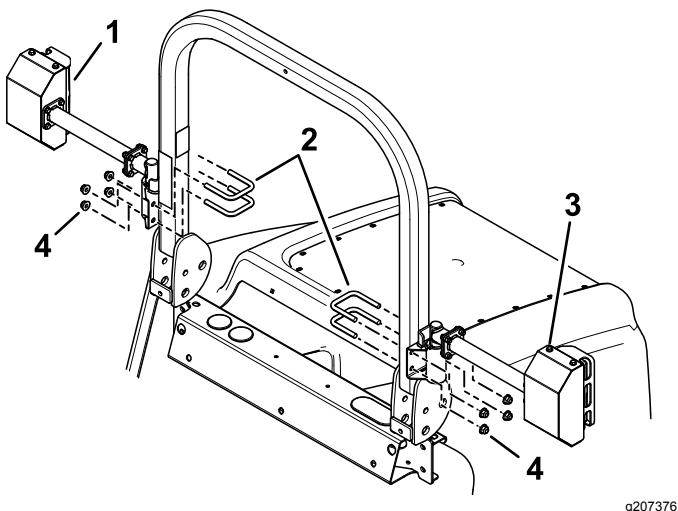

Figura 7
1. Instale as luzes traseiras do lado esquerdo e direito usando as 4 cavilhas em U e as 4 porcas flangeadas (3/8 pol.) (Figura 7). Certifique-se de que não tapa o autocolante.